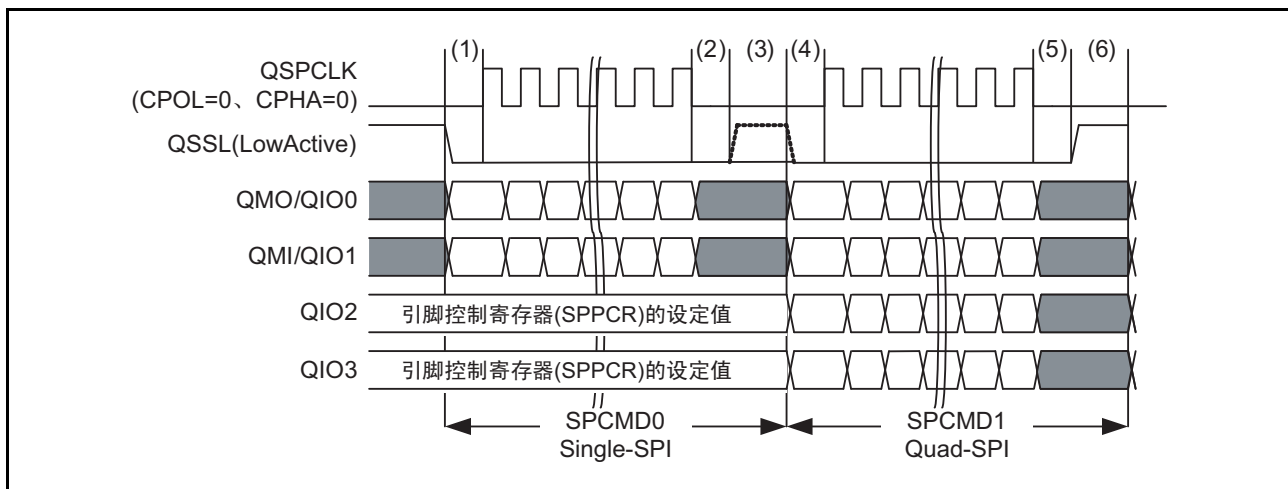

图 18.19 使用 QSSL 信号电平保持功能的突发传送例子（Single-SPI 和 Quad-SPI 同时存在）
另一种方法和 Single-SPI 模式一样，使用 QSSL 信号电平保持功能。因为能在传送中途更改 SPI 传送模式（Single/Dual/Quad-SPI），所以在 Single-SPI 模式中将命令数据写到串行闪存或者在 Quad-SPI 模式中写存储器的保存数据等情况下，此方法有效。但是，如果更改 SPI 传送模式，就必须在传送期间至少插入 1 个周期的延迟期间。Single-SPI 和 Quad-SPI 同时存在的突发传送例子如图 18.19 所示。图中 (1) ~ (6) 运行内容的说明如下：